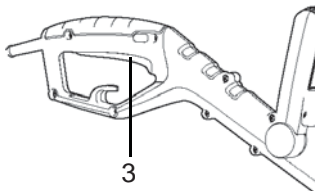

Imagen.8
**ADVERTENCIA!** Por su seguridad, la clavija instalada en la bordeadora siempre debe estar conectada a un alargador eléctrico. El alargador eléctrico debe ser adecuado para el uso en el exterior con las clavijas protegidas contra las salpicaduras de agua. El alargador siempre se debe utilizar con el retén antitensión del cable (4). No utilice la bordeadora sin conectarla a un alargador. Utilice siempre una fuente de alimentación protegida con un dispositivo de corriente residual (RCD).
1. Compruebe que el interruptor de encendido/apagado (3) está en la posición apagar (Imagen 8).